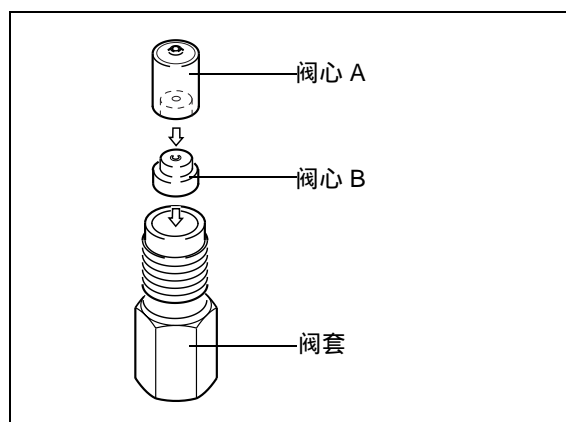

图 8.31
- 不要将单向阀倒置。否则内部的阀心可能会掉落。如果阀心从阀套中掉落，请按照所示重新正确组装。"图 8.31"